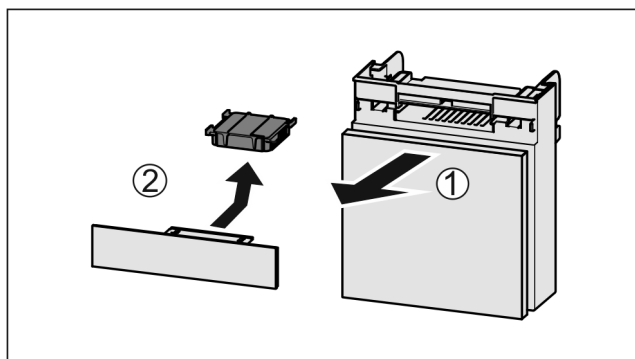

Fig. 50
- Zásuvku vytáhněte dopředu Fig. 50 (1).
- Filtr s aktivním uhlím vyjměte Fig. 50 (2).